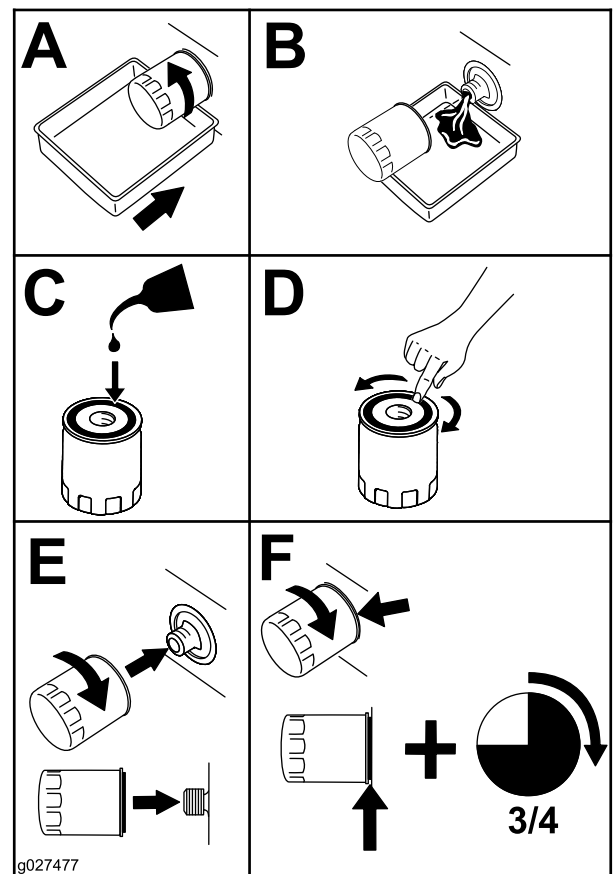

Figura 52
- Cambie el filtro del aceite del motor, tal y como se muestra en la Figura 52.